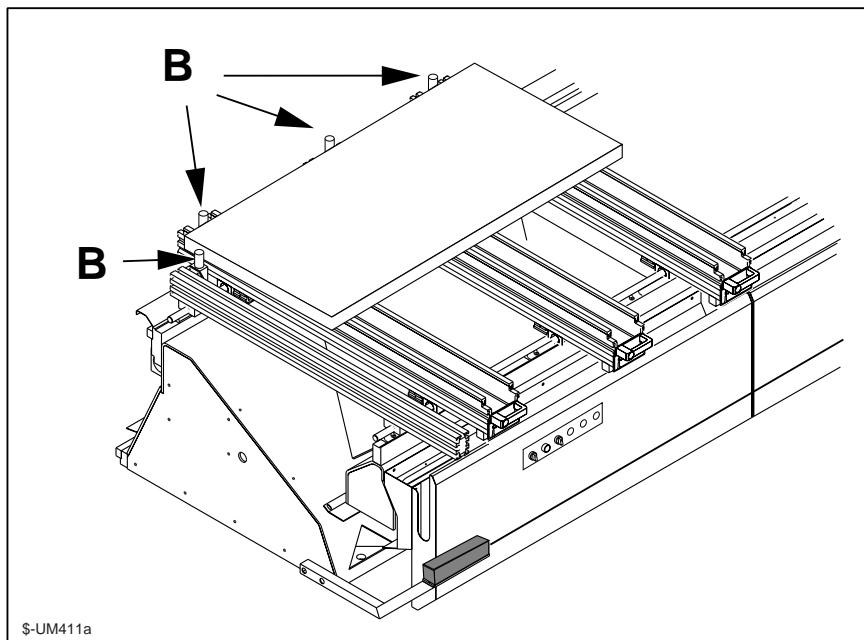

Fig. 6.4.2a
- far scivolare il pannello sui piani di lavoro posizionandolo contro le battute di riferimento B (Fig. 6.4.2a)